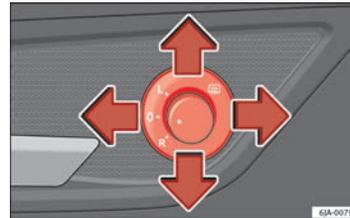

Abb. 69 Türnnteil:
- Stellen Sie den Drehknopf in die Position ☀ ⇒ Abb. 69.
- Stellen Sie den Drehknopf in die Position L ⇒ Abb. 69. Die Spiegelflächenbewegung ist mit der Bewegung des Drehknopfes identisch.
- Stellen Sie den Drehknopf in die Position R ⇒ Abb. 69. Die Spiegelflächenbewegung ist mit der Bewegung des Drehknopfes identisch. ▶